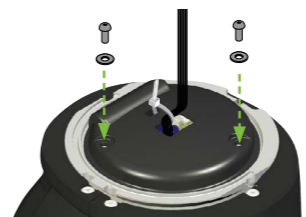

Figura 2
2. Alinee los orificios de fijación en el disco con las roscas de montaje en el panel de entrada, luego presione el disco contra el panel suavemente. (Figura 2)